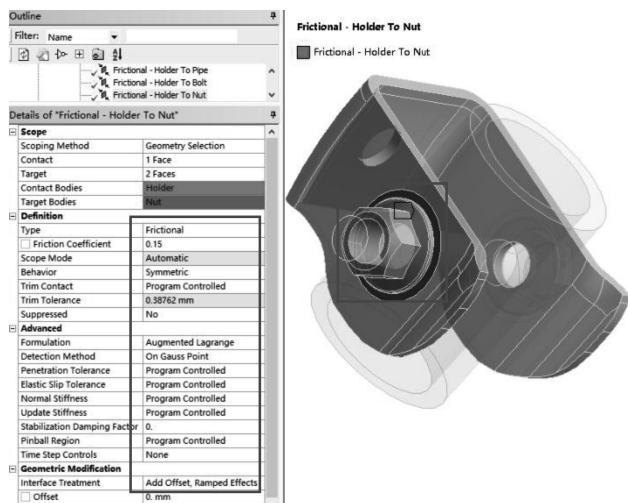

图 2-29 摩擦接触设置
(4) 设置螺母与卡箍表面的接触：单击【Bonded-Holder To Nut】→【Details of “Bonded-Holder To Nut”】→【Definition】→【Type】= Frictional，【Frictional Coefficient】= 0.15，【Behavior】= Symmetric；【Advanced】→【Formulation】= Augmented Lagrange，【Detection Method】= On Gauss Point，【Geometric Modification】→【Interface Treatment】= Add Offset，Ramped Effects，其他默认，如图 2-29 所示。